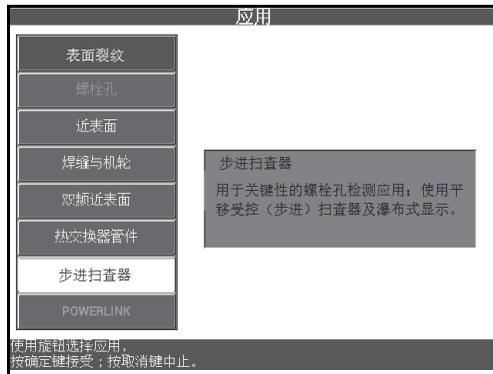

图 5-63 使用步进扫查器的应用
3. 按一下高级设置菜单键（），然后选择**应用选择**（功能键 A），打开应用选择菜单。使用旋钮选择**步进扫查器**，然后按确定键（）接受（参见第 161 页的图 5-63）。